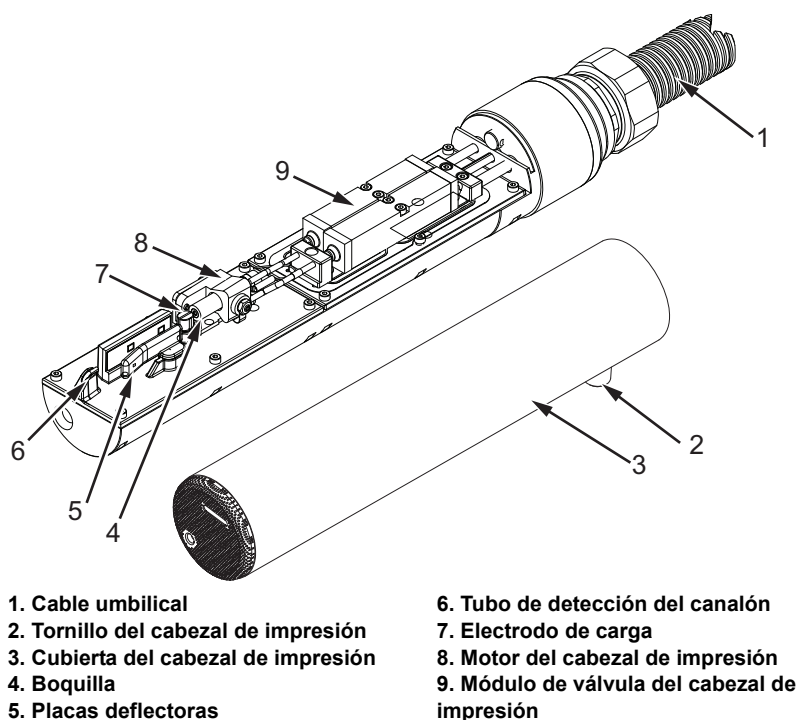

Figura 6-4: Cabezal de impresión
- 3 Afloje el tornillo del cabezal de impresión (elemento 2, Figura 6-4 en la página 6-9) y extraiga la cubierta del cabezal (elemento 3).
- Tubo de detección del canalón (elemento 6, Figura 6-4)